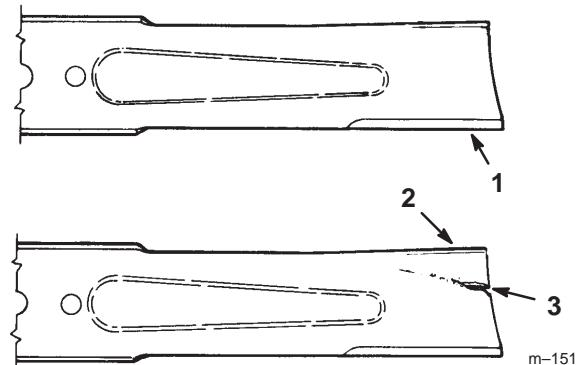

Bild 35
1. Untersuchen Sie die Schnittkanten (Bild 35). Entfernen und schärfen Sie die Messer, wenn die Schnittkanten nicht scharf sind oder Auskerbungen aufweisen. Siehe „Schärfen der Messer“ auf Seite 36.
2. Untersuchen Sie die Schnittmesser, insbesondere den gebogenen Bereich (Bild 35). Montieren Sie, wenn Sie Schäden, Verschleiß oder Rillenbildung in diesem Bereich feststellen (Punkt 3 in Bild 35), sofort ein neues Schnittmesser.